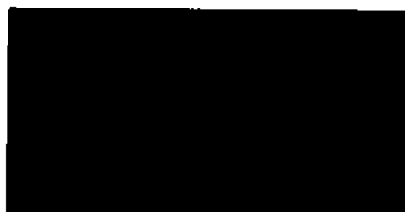

Рисунок 31. Выбор восстановления заводских настроек по умолчанию
2. Для сброса системы к оригинальным заводским настройкам по умолчанию, выберите **ВОССТАНОВЛЕНИЕ ЗАВОДСКИХ НАСТРОЕК (RESET FACTORY DEFAULTS)**. Откроется экран подтверждения с вопросом **ВЫ УВЕРЕНЫ? (ARE YOU SURE?)** (рисунок 31). Будет мигать надпись **ДА (YES)**.